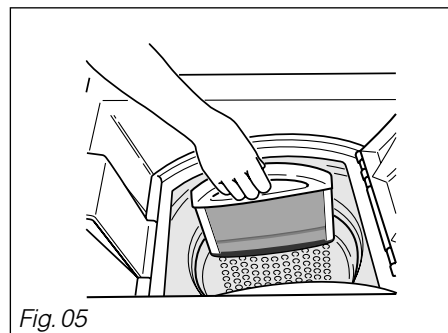

Fig. 05
- Enlevez-le de son logement en tirant de bas en haut (Fig. 05).